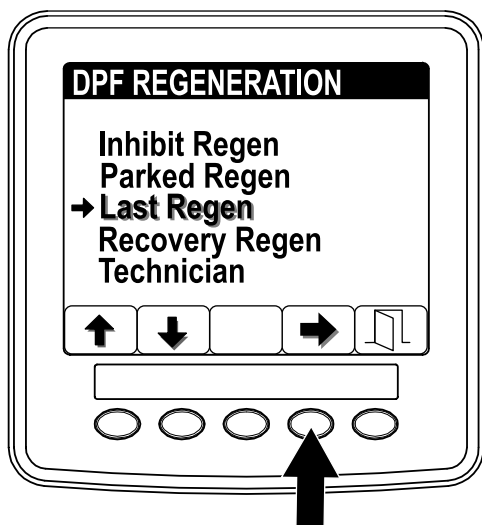

图5
- 访问 DPF Regeneration (DPF 再生) 菜单, 按 1 号或 2 号按钮滚动至 LAST REGEN (上次再生) 选项 (图5)。
- 按 4 号按钮选择 Last Regen (上次再生) 条目 (图5)。